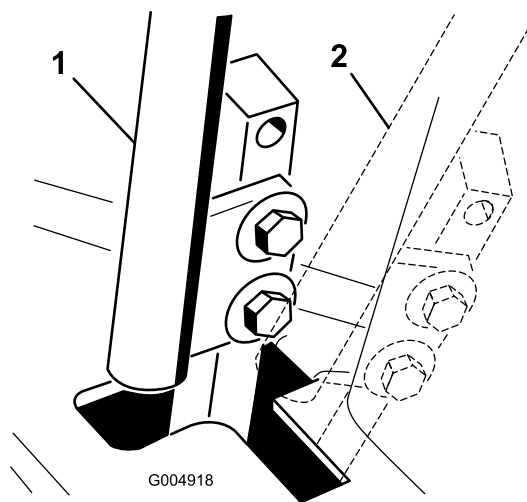

Figure 54
4. Placez le levier de commande au POINT MORT, **sans le verrouiller** (Figure 54).
6. Vérifiez la position du levier par rapport au cran de la console (Figure 54).